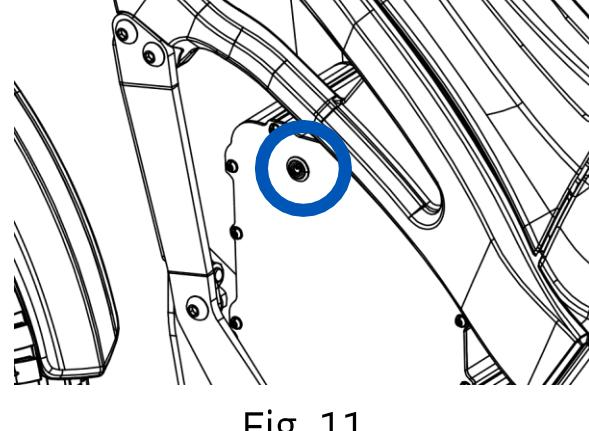

Fig. 11
- 2- Active la batería presionando el botón situado en la parte superior izquierda de la batería y espere el indicador esté en verde (Fig. 11).